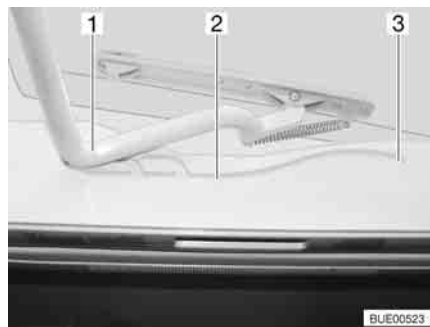

Fig. 55 Oblò Heki, guida
- Tirare la staffa (Fig. 55,1) nelle guide (Fig. 55,2) fino alla posizione più all'indietro (Fig. 55,3).
- Spingere la staffa (Fig. 55,1) leggermente verso l'alto con ambedue le mani.
- Tirare la staffa nelle guide (Fig. 55,2) fino alla posizione desiderata.